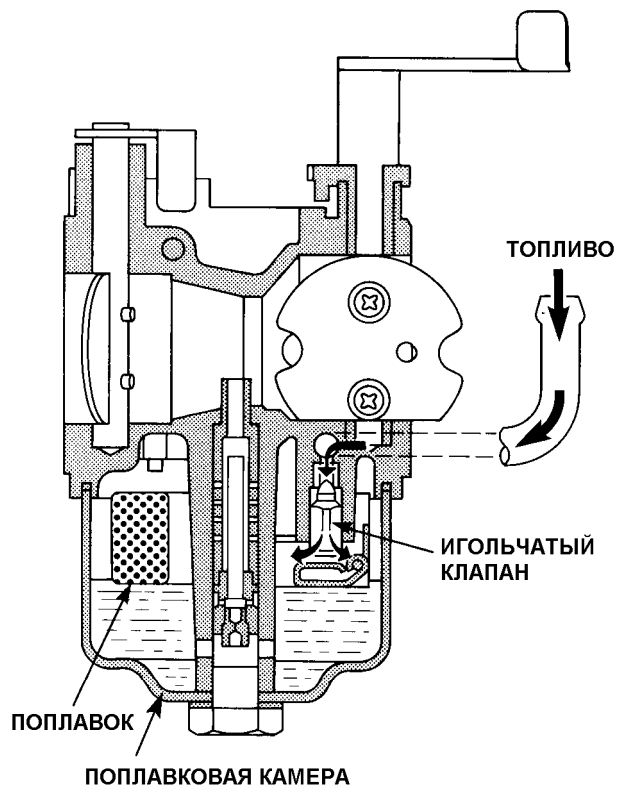

Рис. 12-1
(1) Освободите запасённую в пружине упругую энергию.
-3 Надёжно удерживайте барабан обоими большими пальцами, чтобы не допустить сворачивания пружины. (Рис. 12-1)